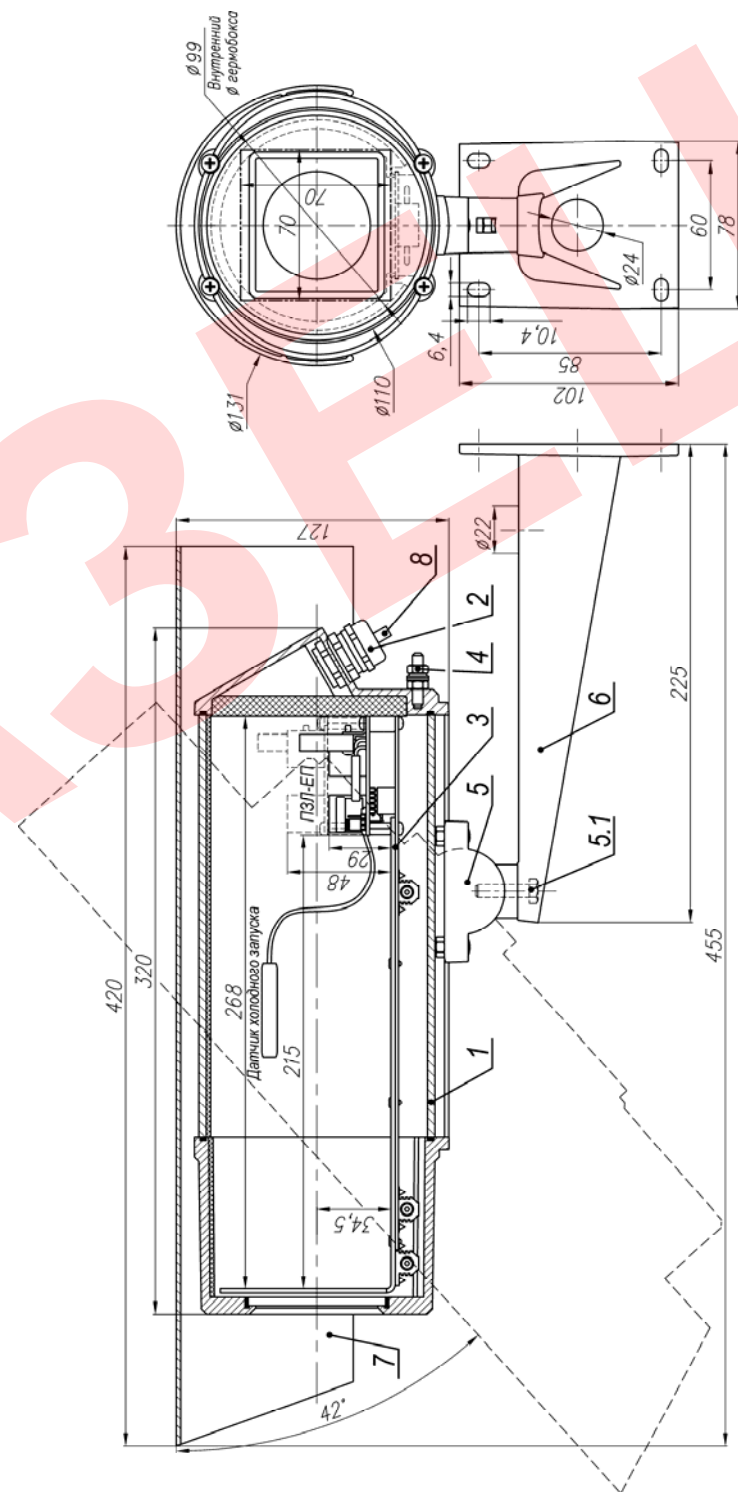

Рис.1 Состав и габаритно-установочные размеры ТГБ-7 PoE+
2. Выдвинуть модуль видеокамеры (поз.3 рис.1) из кожуха.
4. Закрепить кабель датчика холодного запуска (рис.1) на верхней поверхности корпуса видеокамеры с помощью стяжки нейлоновой.
10. Ослабив болт фиксации шарнира (поз.5.1 рис.1), установить гермобокс на нужное направление обзора, после чего надежно зафиксировать шарнир затянув болт.
11. Заземлить гермобокс с помощью болта заземления (поз.4 рис.1).
11. Габаритные размеры см. рис.1
В состав изделия входят (см. рис.1):